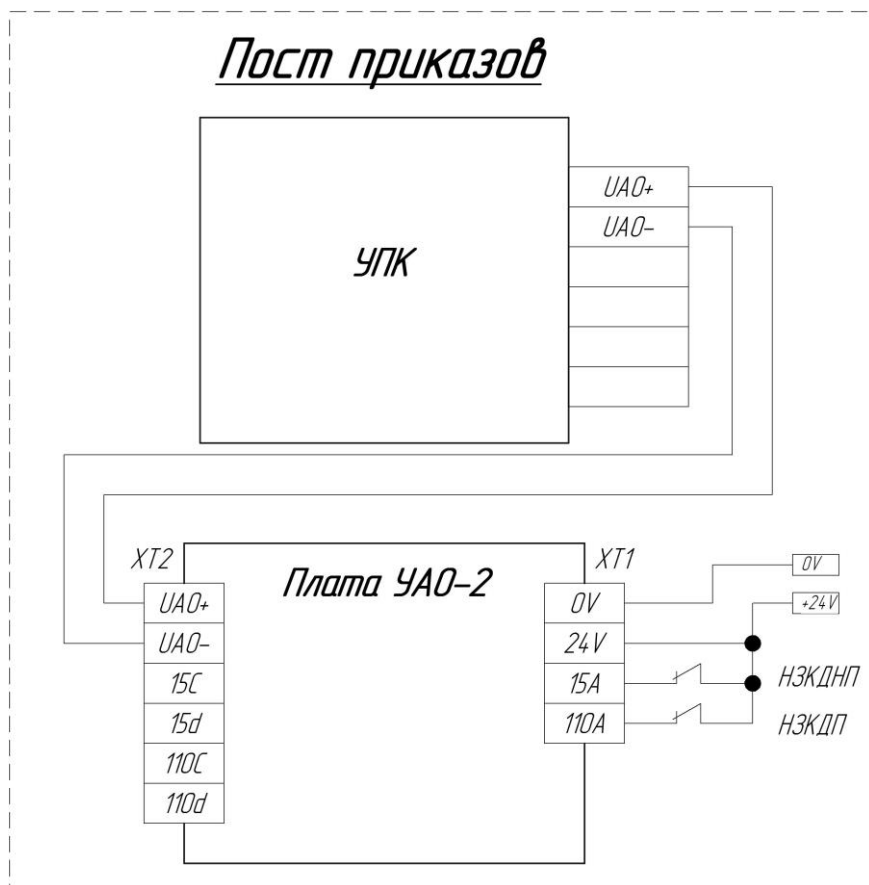

Рис.2. Подключение УАО-2
4.1.4 Подключить устройство согласно рис.2: